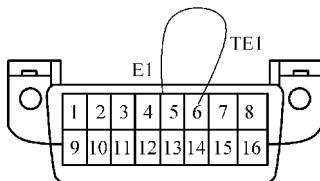

图 5-85 跨接丰田 16 针诊断端子
- 4) 将点火开关置于 ON 位置, 但不起动发动机。如图 5-85 所示, 用跨接线跨接故障诊断座的 TE1 和 E1 端子。
- 1) 关闭点火开关，用跨接线跨接故障诊断座的 TE1 和 E1 端子，如图 5-85 所示。